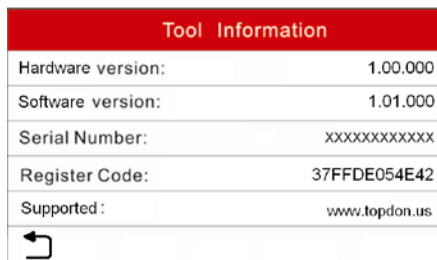

Рис. 7-6
8. Введите полученный здесь код регистрации на этапе 4 (рис. 7-6).